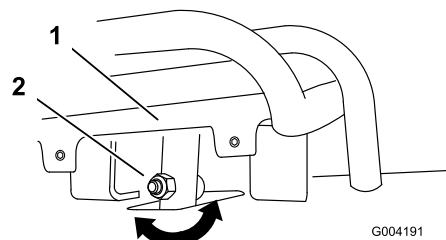
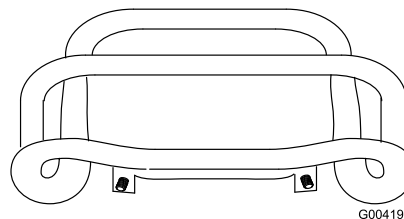

Figura 54
Figura 55
4. Se la parte anteriore del comando della trazione non rimane dritta e a filo con la barra di riferimento, allentare il dado flangiato e imbullonare lo stelo del comando della trazione (Figura 54).
5. Regolare il comando della trazione in modo che rimanga a filo con la barra di riferimento quando viene tirato all'indietro (Figura 54 e Figura 55).
- C. Allentare il dado flangiato e il bullone nello stelo del comando della trazione (Figura 54).
- I. Regolare il comando della trazione in modo che rimanga a filo con la barra di riferimento quando viene tirato all'indietro (Figura 54 e Figura 55).